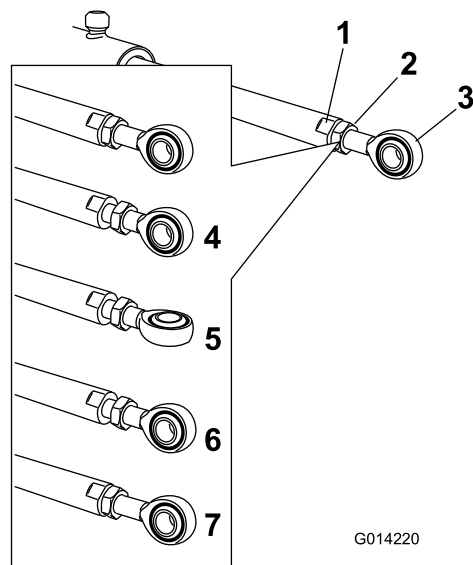

Figura 84
5. Coloque una llave plana sobre las zonas planas del émbolo del actuador para inmovilizarlo, luego afloje la contratuerca para poder manipular la varilla de ojal (**Figura 84**).
6. Gire la varilla de ojal en el émbolo del actuador para acortar o alargar el actuador extendido a la posición deseada (**Figura 84**).